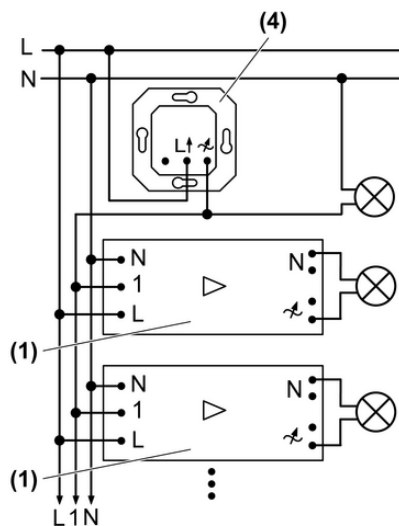

Figura 2
- Collegare l'elemento di potenza secondo lo schema di collegamento (figura 2).